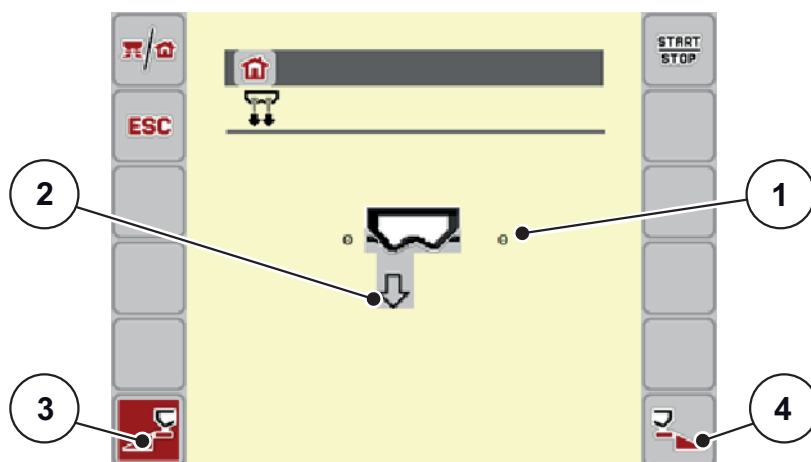

Bild 4.14: Menü Schnellentleerung
- ▷ Das Display zeigt die gewählte Streuseite als Symbol (Bild 4.14, Position [2]).